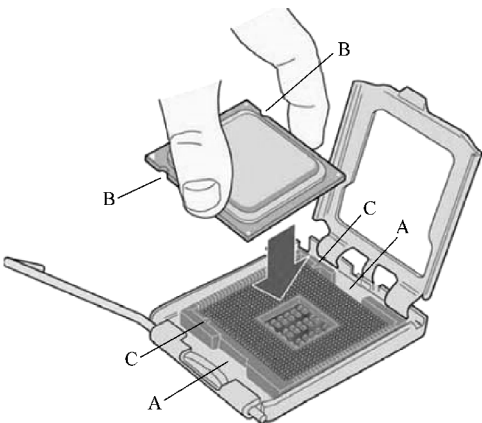

图 2-65 安装处理器示意图
5) 用拇指和食指握住处理器，握持方位如图 2-65 所示。确保手指对准插槽上的切口（图 2-65 中的 A），使凹口（图 2-65 中的 B）与插槽（图 2-65 中的 C）对齐。然后按箭头方向垂直下放处理器，切勿使处理器在插槽上倾斜或滑动。